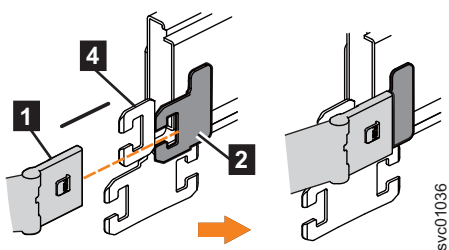

Рисунок 74. Установка внутреннего коннектора верхней части кабельного кронштейна во внутренний элемент направляющей
2. Установите внутренний коннектор верхней части кабельного кронштейна (**1**) во внутренний элемент левой направляющей (**2** на рис. 74).